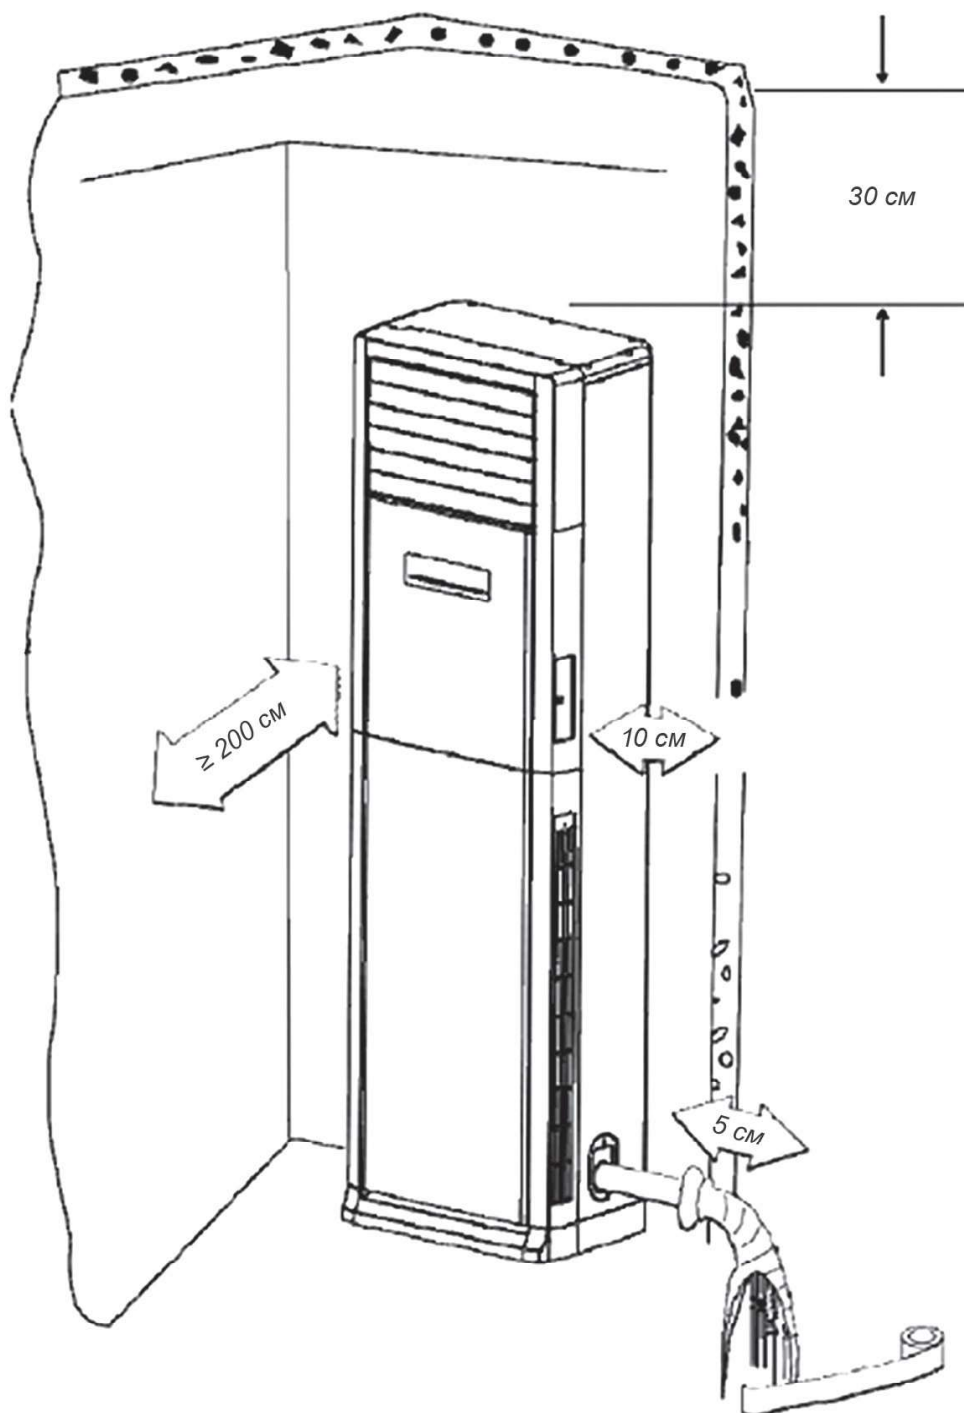

Рис. 11.20
11.7.2. На рис. 11.20 указаны минимальные допустимые расстояния от колонного блока до ограждающих конструкций.